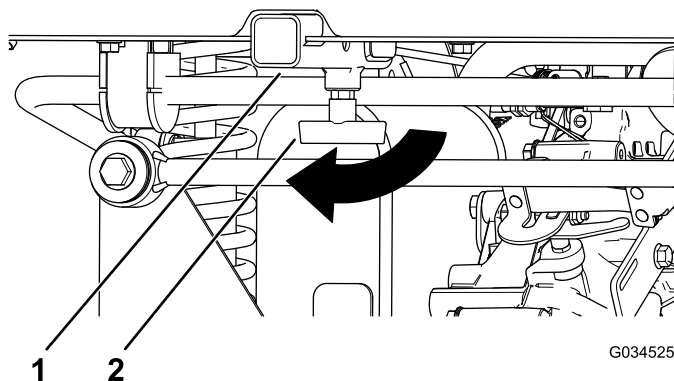

Рисунок 6
5. Ослабьте Т-образную рукоятку на трубе приемного устройства (Рисунок 6).